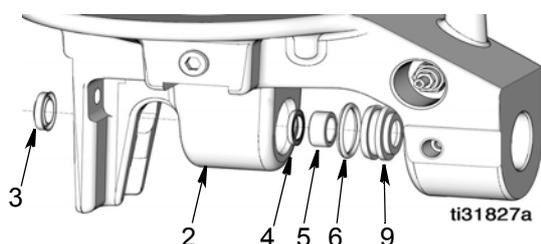
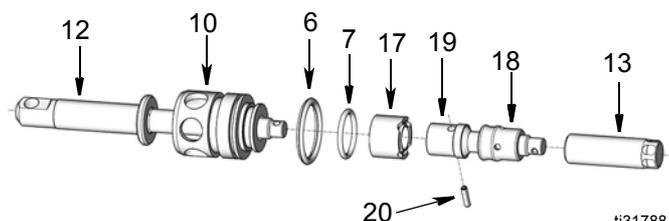

FIG. 19
FIG. 20
6. Rimuovere il cilindro della pompa (11) e il gruppo asta del pistone dal pezzo in fusione che costituisce la base della pompa (2).
7. Ispezionare la tenuta raschiastelo ad H (3) per verificare la presenza di eventuali danni e usura. Se danneggiata e/o usurata, toglierla dalla base della pompa (2) (FIG. 19).
8. Rimuovere il fermo di tenuta (9) dalla base della pompa (2). Rimuovere la tenuta a U (4), l'O-ring (6) e il cuscinetto (5) dal fermo tenuta (FIG. 19).
9. Separare il gruppo asta del pistone dal cilindro della pompa (11).
10. Rimuovere la spina elastica (20) che collega l'asta del pistone (19) all'asta del piatto premente (12). Svitare l'asta del pistone per separarla dall'asta del piatto premente (FIG. 20).